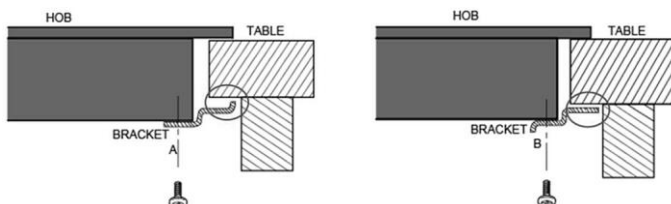

Abb. 6
6. Achten Sie darauf, dass die Befestigungswinkel nach der Installation die Innenflächen der Arbeitsplatte nicht berühren (siehe Abb. 6).